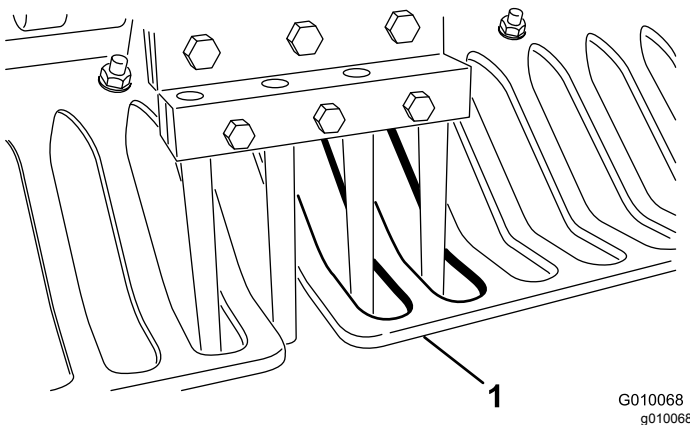

**Figura 66**
2. Allentate i bulloni e i dadi di fissaggio del deflettore laterale al telaio (Figura 66).